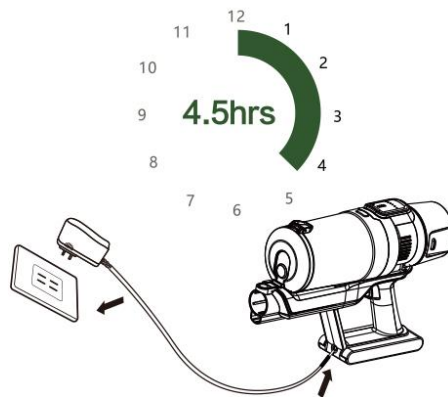

Fig. 3
3. Le connecteur de l'adaptateur de chargement est intégré au socle de charge. Pour utiliser l'adaptateur séparément, retirez la vis à l'aide d'un tournevis pour ouvrir le couvercle. Retirez ensuite le connecteur du socle de charge. (Fig. 3)